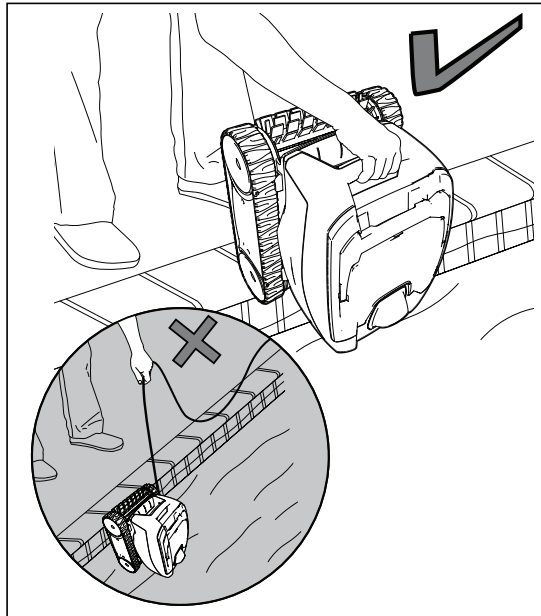

Figure 7. Soulèvement du nettoyeur de la piscine avec la poignée
2. Utilisez la poignée pour soulever le nettoyeur hors de l'eau (Figure 7). Ne retirez jamais le nettoyeur de la piscine en tirant sur le câble flottant.